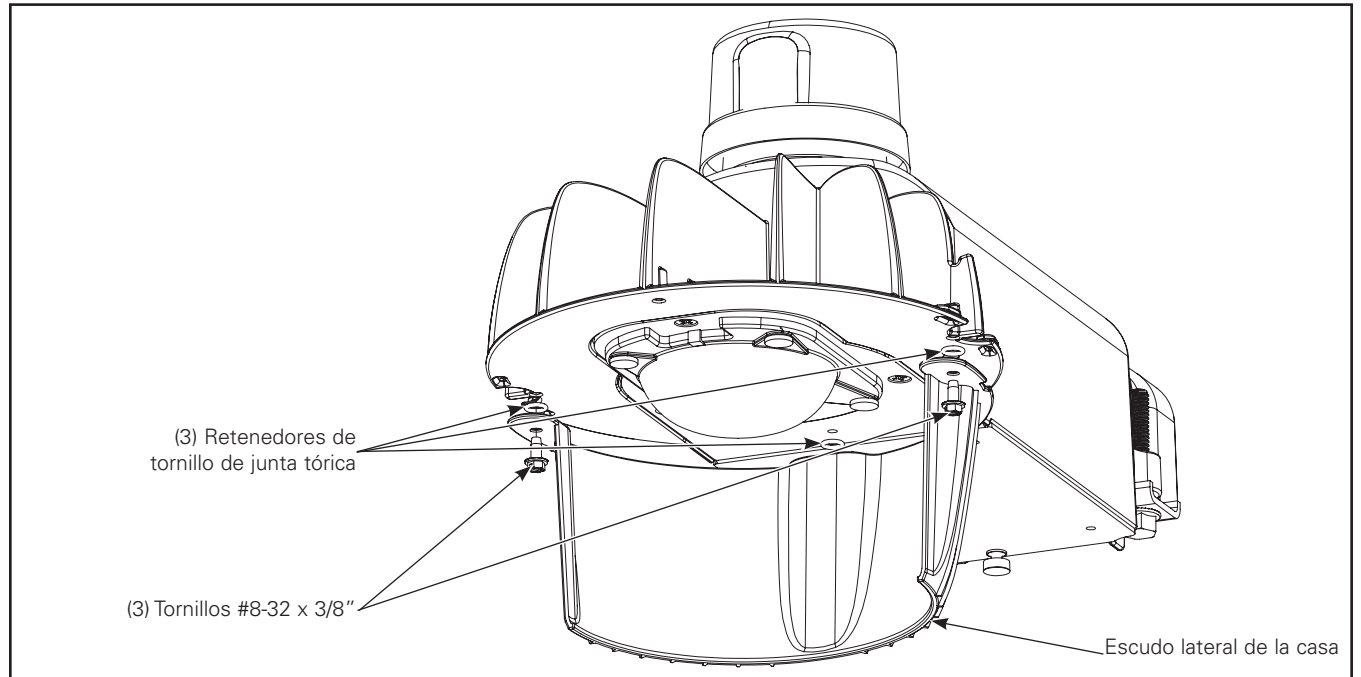

Figura 12.
1. Inserte los tornillos que forman la rosca provista en las ubicaciones de montaje del escudo lateral de la casa y coloque las juntas tóricas provistas sobre las roscas de los tornillos para sujetar los tornillos dentro del escudo lateral de la casa. Instale el escudo lateral de la casa en la cubierta. (Figura 12.)